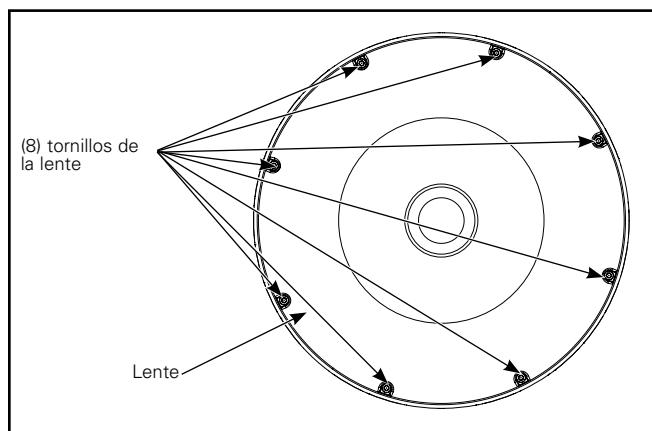

Figura 5.
1. Desatornille los ocho tornillos que sujetan la lente a la carcasa (Figura 5). Si hay un sensor de movimiento, desconecte las dos desconexiones rápidas de los cables del sensor de movimiento antes de retirar la lente por completo. Reserve.
9. Vuelva a instalar la lente y sus tornillos retirados en el paso 1 (Figura 5). Ajuste los tornillos de la lente a 8 pulg.-lb (0,90 Nm). Si hay un sensor de movimiento, asegúrese de volver a conectar sus conexiones rápidas mientras realiza este paso. Asegúrese de que las dos conexiones rápidas se vuelvan a conectar correctamente.